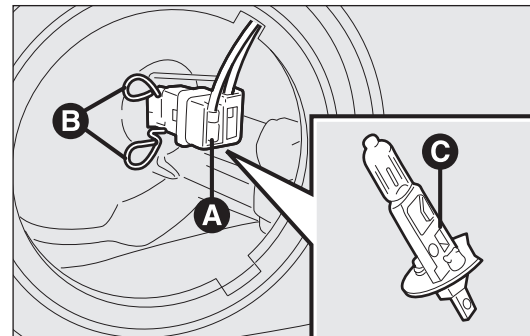

fig. 182
- débrancher le connecteur électrique C-fig. 182;